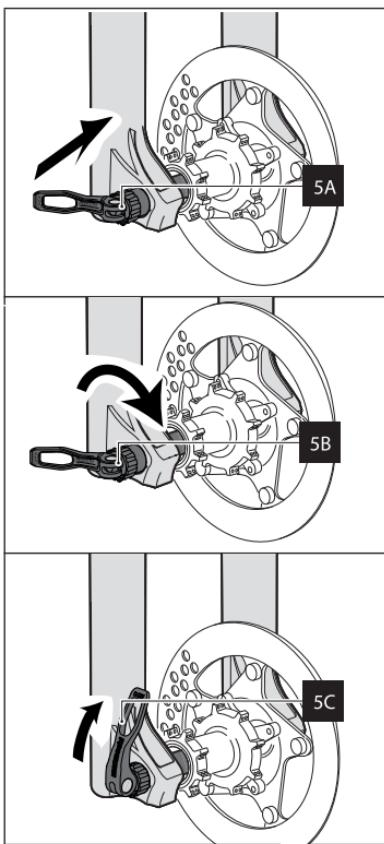

Рис. 5 Установка колеса на вилку с использованием эксцентрика (QR15 или QR20)
- Установите колесо таким образом, чтобы ось совпадала с крепежами вилки (См.5А Рис. 5).
- Вставляйте эксцентрик, начиная с ПРАВОГО зажима колеса. (См. 5А Рис. 5).
- При открытом рычаге эксцентрика тую затягивайте ось по часовой стрелке (см. 5В Рис. 5).
вив его в любую сторону. Таким образом, колесо правильно зафиксировано в вилке. (См. 5C Рис. 5).
(см. 5C Рис. 5).